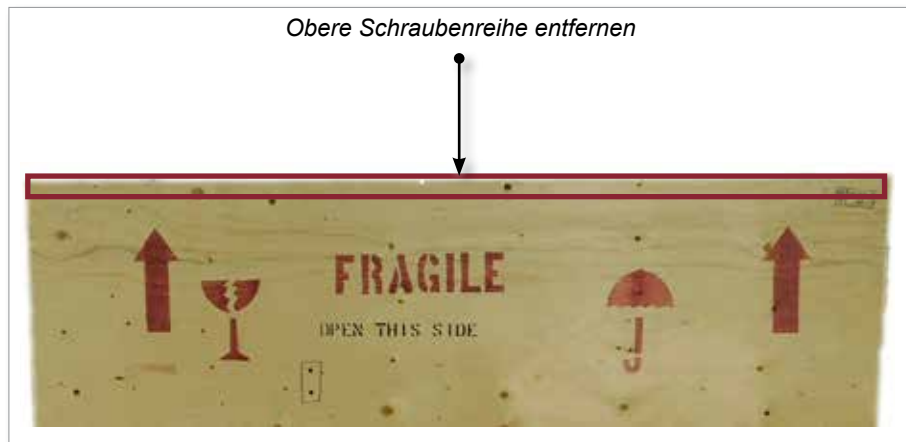

Abbildung 3-6 Obere Schraubenreihe entfernen
2. Entfernen Sie die obere Schraubenreihe an der Längsseite der Kiste. Siehe Abbildung 3-6.